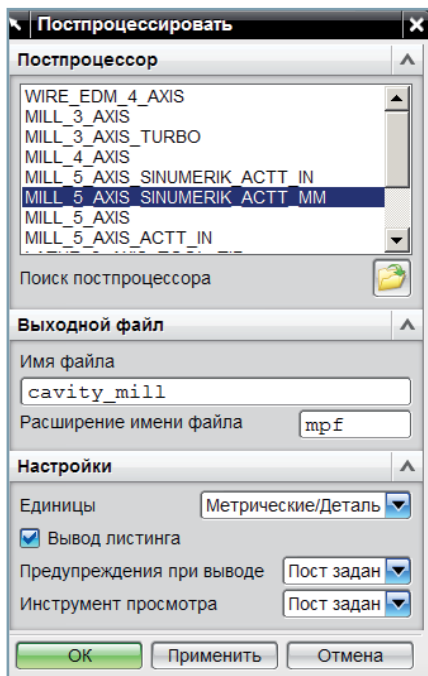

Рис. 1.36. Диалоговое окно постпроцессирования операций
- Появится диалоговое окно постпроцессирования (рис. 1.36.).